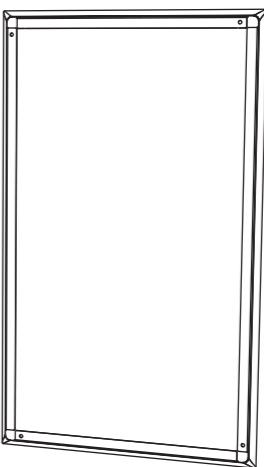

图3. 已安装的油漆面罩
2. 将油漆面罩压入框架的前部, 在那里它会被磁铁固定到位。这个面具留在原地, 而墙壁和框架环绕被涂漆 (图3)。